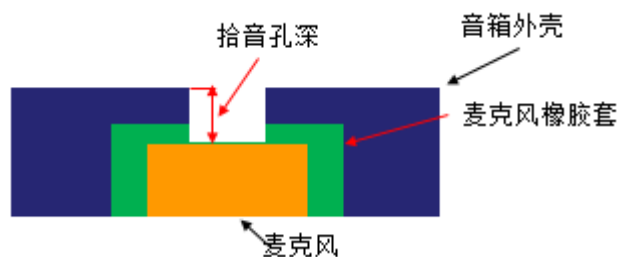

图 14 单个麦克风声腔设计示意图
- 2) 麦克风需要有橡胶套和固体表面隔绝，起到降低壳体震动传声以及密封的作用（图 14 绿色结构）。